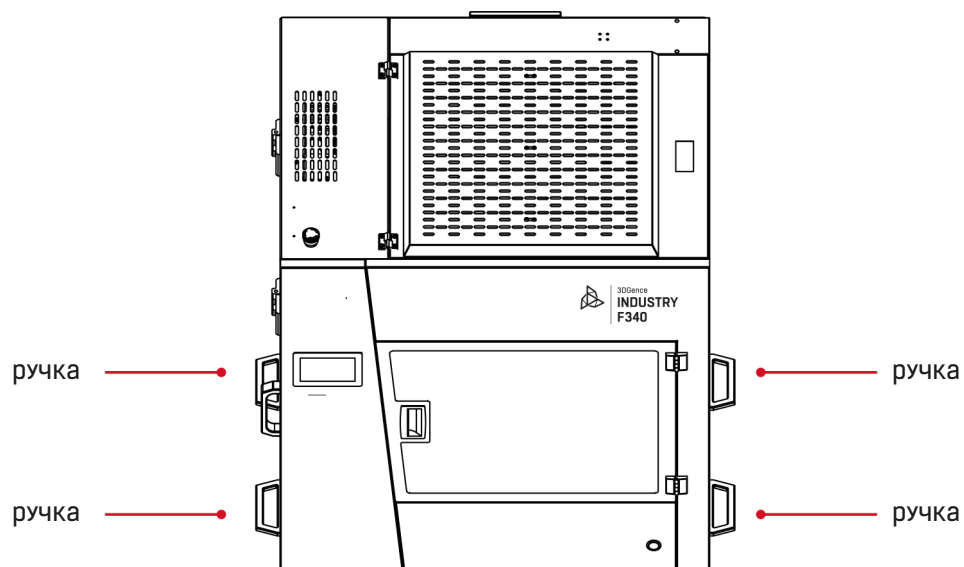

Рис. 1. Расположение ручек для переноски устройства.
- устройство следует поднимать только за рукоятки, предназначенные для этой цели (рис. 1). Не берите за другие части.